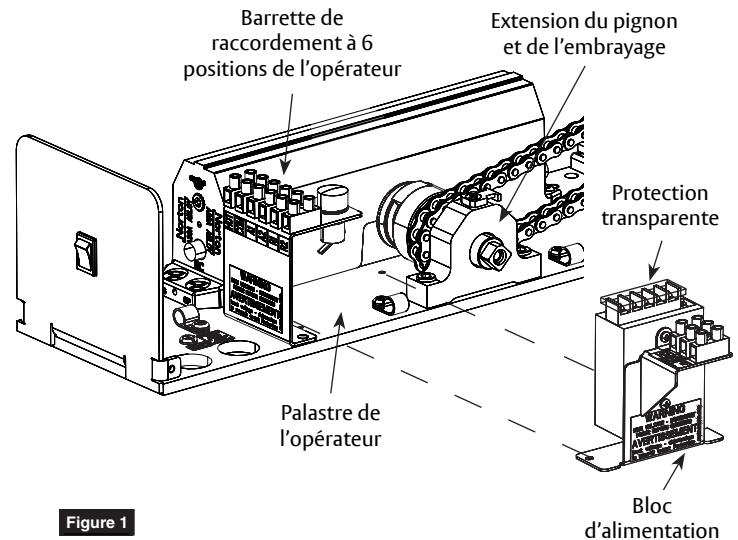

Figure 1
2. Installer une (1) vis 6-32 x 6,35 mm (1/4"), fournie avec le bloc d'alimentation, dans le trou de montage le plus près de l'extension du pignon et de l'embrayage. (Figure 1)
2. Retirer la protection transparente recouvrant le bloc d'alimentation à vis à 5 positions. (Figure 1)